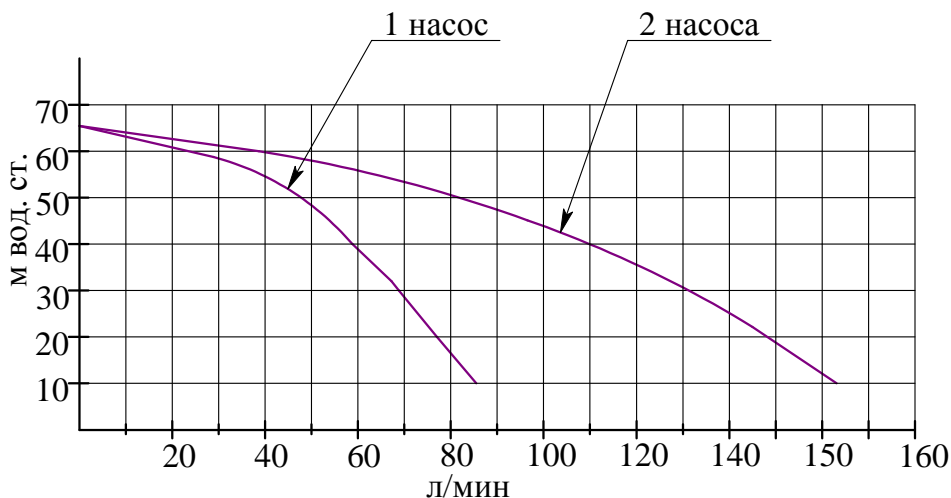

Рисунок 1 – Гидравлические кривые МПОВ исполнение 03
1.1.2 МПОВ рассчитан для работы совместно с оросителем(ями), либо с УВП «Роса». Совместная работа оросителя(ей) и УВП «Роса» допускается (смотри рисунок 1).
Диапазон рабочих подач насоса(ов), л/мин	см. рис. 1
Диапазон рабочих напоров насоса(ов), м вод. ст.	см. рис. 1